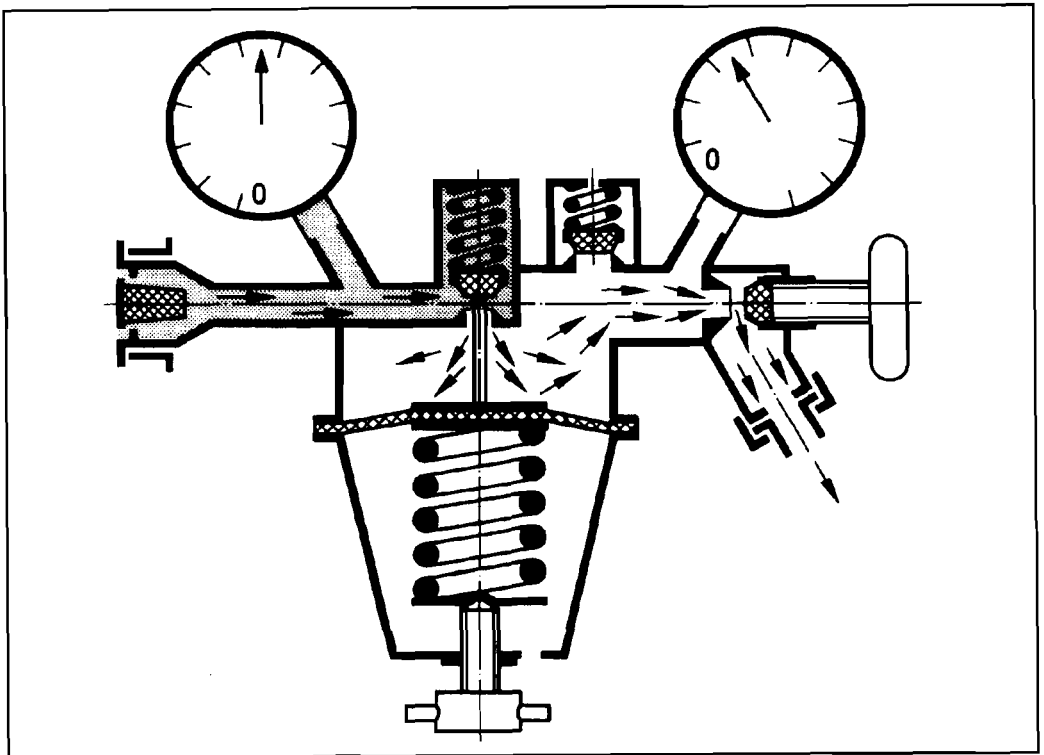

FIGURA 9.9: MANEJO DEL MANORREDUCTOR. APERTURA
5. Apretar el tornillo de regulación hasta que se obtiene la presión deseada (figura 9.9). Se recuerda que la presión del acetileno no debe superar 1Kg/cm^2 .